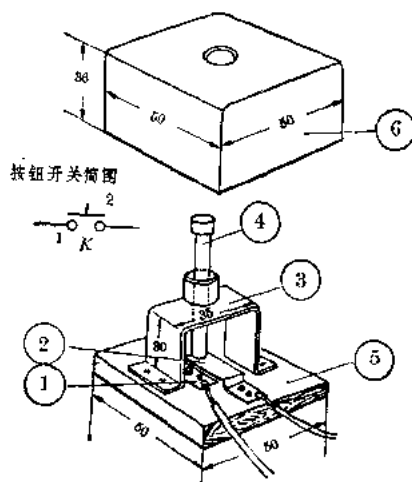

图 7-11
按图 7-11 的样子制作发射控制按钮。①是用铜皮制成的下触点,它用小钉钉在底板⑤上。②是弹性铜皮制作的上触点片,也用小钉钉在底板⑤上。当两片触点互相接触,按钮开关就接通了。③是按钮的支架,用薄铁皮弯好之后钉在底板⑤上。④是用木棍削成的按钮,插在支架③中间。按钮④的底端接触弹性上触点,因此只要按下按钮④,就能使上触点②与下触点①相接触。⑤是一块厚 10 毫米左右的木板。⑥是铁皮焊成的按钮开关外壳,正好罩在底板处。按钮开关的上下触点各焊上一根长 2 米左右的细塑料导线,准备接到火箭发射架去控制发射电磁铁。